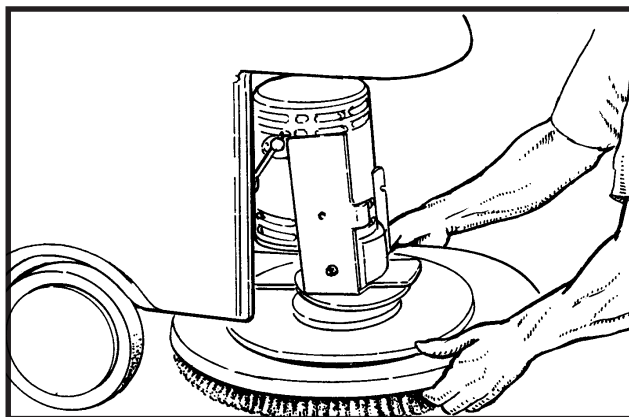

Abb. 15c
5. Setzen Sie eine Bürste oder den Führungsteller unter das Bürstenmotorgehäuse. Siehe Abb.15c.